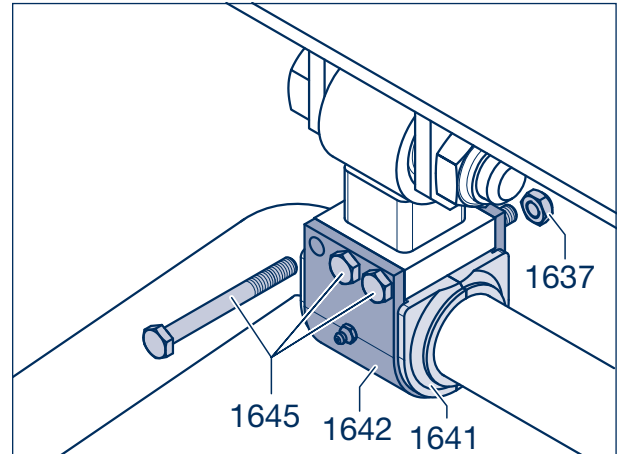

Figure 1
- [1] Dévisser les écrous de sûreté (1637, surplat 17) des vis de fixation de la tôle de raccordement (figure 1/3).